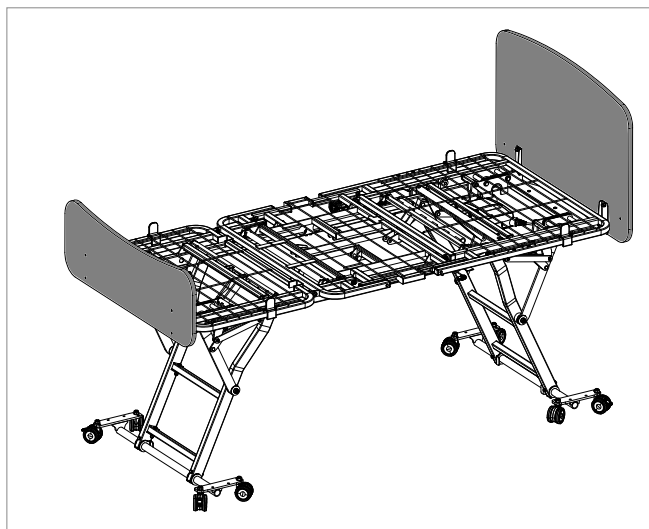

Figure 6.1
1. Avant d'installer le kit de barrières en tissu, la tête de lit et le pied de lit existants devront être retirés (voir Figure 6.1).